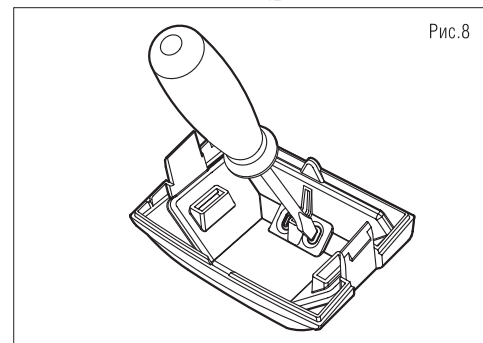

Рис.8
3. При необходимости ввода проводов ШС (например, от магнитоконтактного извещателя) выдавить отверткой отверстие в основании и ввести в него провода ШС через кронштейн (Рис.8,9);